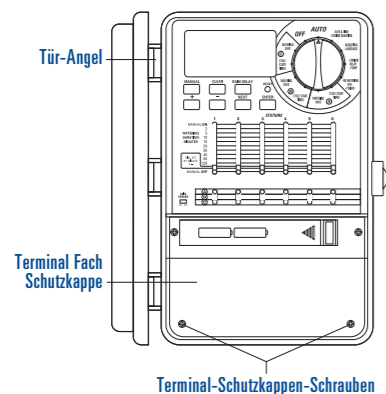

Abbildung A1: Klemmenabdeckung
- „Klemmenabdeckung“ durch Lösen der zwei Schrauben entfernen. Wenn die Kunststoffabdeckung nach vorne gezogen wird, kommt die „Stromplatine“ zum Vorschein. [Siehe Abbildung A1]